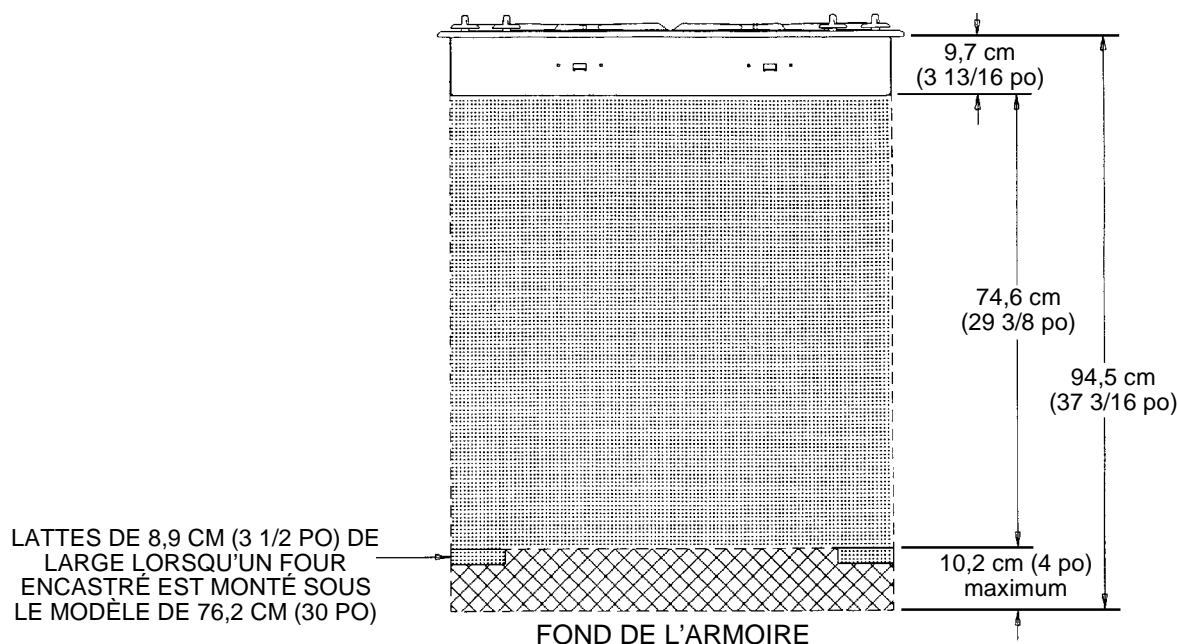

FIGURE 6
REMARQUE 1 : La pose de cet appareil et son raccordement au gaz et à l'électricité doivent être effectués avant la pose du four. Voir les illustrations (Informations sur le câblage électrique, page 7, figure 6) pour l'emplacement recommandé pour le raccordement à l'alimentation électrique.
Cet appareil est équipé d'un cordon d'alimentation avec raccordement à la terre. Il doit être branché dans une prise de courant reliée à la terre. Il est recommandé, pour plus de facilité, que la prise soit placée (en référence à la figure 6) tel qu'indiqué en A ou B.
- A. Si aucun autre appareil ne doit être posé sous cette plaque de cuisson dans le périmètre de la partie ombrée ou de la partie hachurée indiquée à la figure 6.
1. dans la partie hachurée indiquée à la figure 6 ou
Si un four encastré doit être posé sous cet appareil et que la prise de l'appareil monté sur le comptoir doit être posée dans la partie hachurée indiquée à la figure 6 :